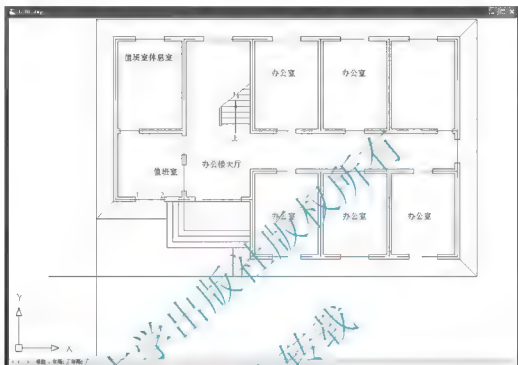

图 3.36 关闭【门窗】图层
(2) 打开【轴线】图层, 将【门窗】图层关闭, 将【标注】图层设置为当前图层, 结果如图 3.36 所示。